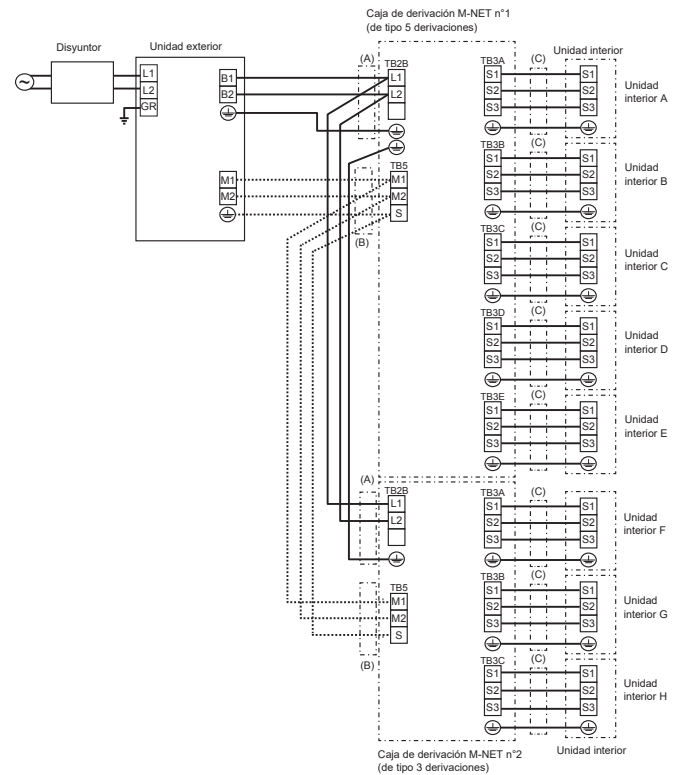

Fig. 8-9
- (2) Retire la cubierta de conducto.
- (3) Introduzca el cableado en la caja de derivación a través de la placa de conducto y fíjelo con la placa de conducto. (consulte el apartado 8.3.)
- (4) Conecte firmemente cada cable al bloque de terminales pertinente. (Fig. 8-9)
- (5) Configure el interruptor DIP. (consulte el apartado 8.5.)
- (6) Vuelva a colocar la cubierta eléctrica.
8.4. Procedimiento de cableado exterior (Fig. 8-9)